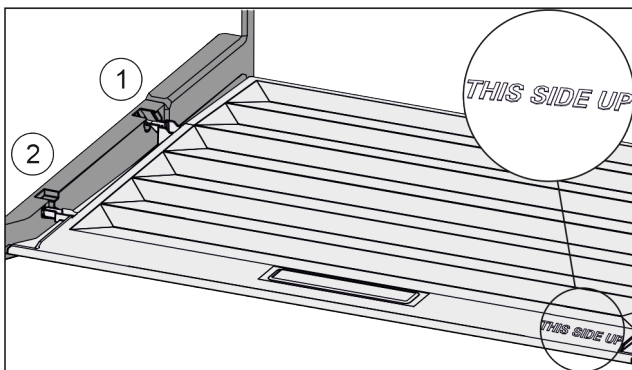

Fig. 116
- Inserire le nervature del coperchio attraverso l'apertura del supporto posteriore Fig. 116 (1) e innestare anteriormente nel supporto Fig. 116 (2).